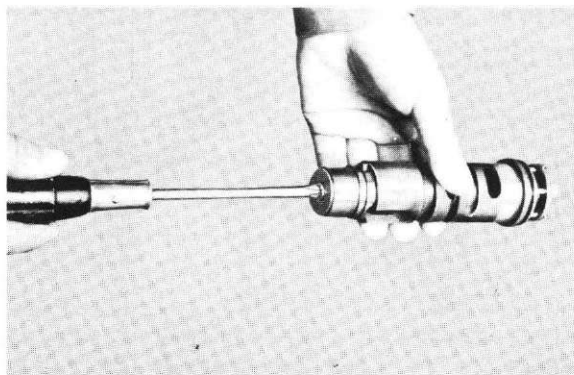

Fig. 4-15-15
- 2) Remove the screw holding the side plate (2), and then the side plate (2), neutral point and spring. (Figs. 4-15-15 and 16)
- 2) Retirez la vis retenant la plaque latérale (2) puis cette plaque (2), le contact de point mort et le ressort. (Figs. 4-15-15 et 16)
- 2) Befestigungsschraube der seitlichen Abschlusscheibe (2) lösen und Abschlusscheibe (2), Neutralschaltbolzen und Feder entfernen. (Abb. 4-15-15 und 16)